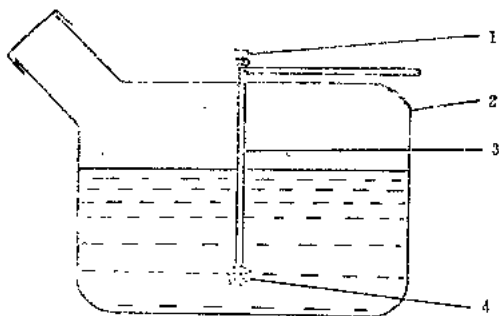

图1—3 汽油箱的故障
（2）油箱破裂、油管接头松动漏气或油管堵塞（图1—3）；
(上述各项, 可参见图1—2。)
(1) 确定故障区段可按图1—4所示方法, 判明故障所在区段, 进而再找出确切部位。
①拆下进油管接头, 用起动机(或手摇柄)带动发动机转动, 观察油管出油情况。若出油正常, 表明汽油箱至汽油泵和化油器进油口处一段油路正常, 化油器供油路存在故障。
②若不出油或少出油, 表明汽油箱至化油器进油口一段存在故障。可拆下汽油泵进油管接头, 并使该管口低于油箱内汽油平面, 观察流油情况。若不流油, 表明汽油箱至汽油泵进油口一段油路有故障; 若汽油畅流, 表明汽油泵有故障。
③对于上吸式油箱(如解放CA15等型), 由于虹吸条件不充分, 有时并不流油, 此时可吹气试验。即对准汽油泵进油管口向汽油箱方向吹气。若吹气困难, 表明汽油泵进油管至汽油箱一段油路有故障; 若吹气畅通, 表明该段油路正常。但还要考虑有无漏气之处。
(2) 化油器故障